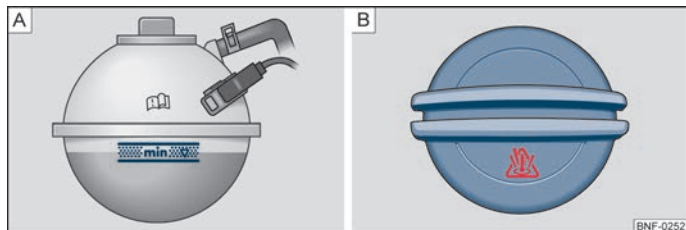

Fig. 94 Motorrum: kølevæskebeholder
- Kontroller kølevæskestanden i kølevæskebeholderen ⇒ Fig. 94 – A. Når motoren er kold, skal kølevæskestanden være mellem mærkerne MIN og MAX. Når motoren er varm, kan kølevæskestanden godt være over MAX-mærket.
- Læg en klud over kølevæskebeholderens dæksel ⇒ Fig. 94 – B, og skru det **forsigtigt** af ved at dreje det mod venstre ⇒ ⚠.